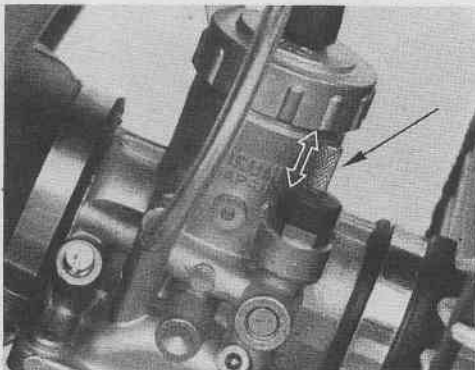

Fig. 10 - Starter (carb. MIKUNI)
- Si le moteur est froid, actionner le starter (Fig. 10) sur le carburateur.